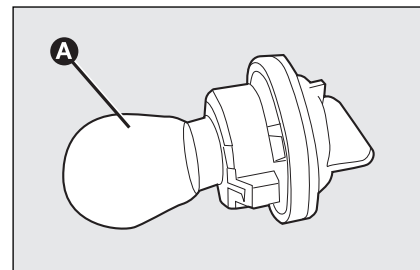

fig. 26
- ☐ verwijder en vervang de lamp **A**-fig. 26;